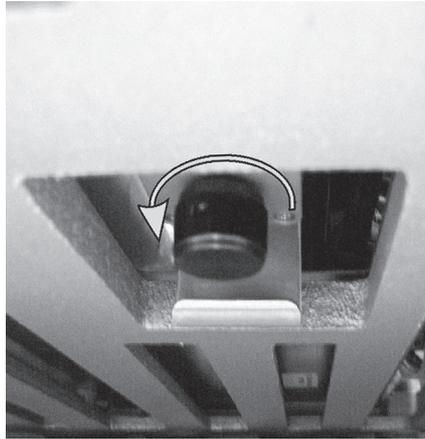

Figura 132: Manopola di rilascio manuale
7. Ruotare la manopola nella direzione indicata nella Figura 132. Le Covertile si spostano sui vetrini e il vassoio per colorazione si alza unitamente al vassoio.
4. Individuare la manopola di rilascio manuale (vedere la Figura 132) sotto il vassoio per colorazione vetrini.
5. Ruotare la manopola nella direzione indicata nella Figura 132. Le Covertile si solleveranno dai vetrini e il vassoio per colorazione si alzerà unitamente al vassoio.